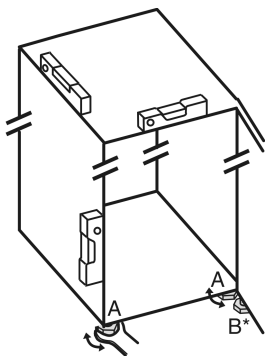

Fig. 5
- Odvrnite podesive nožice Fig. 5 (A) priloženim viličastim ključem i libelom prema van dok uređaj ne stoji čvrsto i ravno.
- Odvijte podesivu nožicu Fig. 5 (B) na podlošku ležaja priloženim viličastim ključem dok se ne podupre o pod.
- Nastavite okretati podesivu nožicu Fig. 5 (B) za 90°.